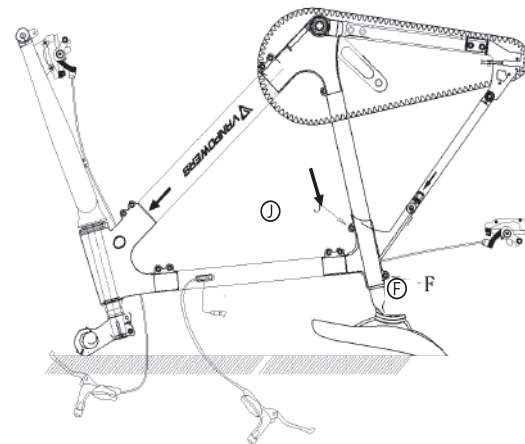

Figure 25-2.
b. Retournez le vélo à l'envers, comme illustré à la Figure 25-2.